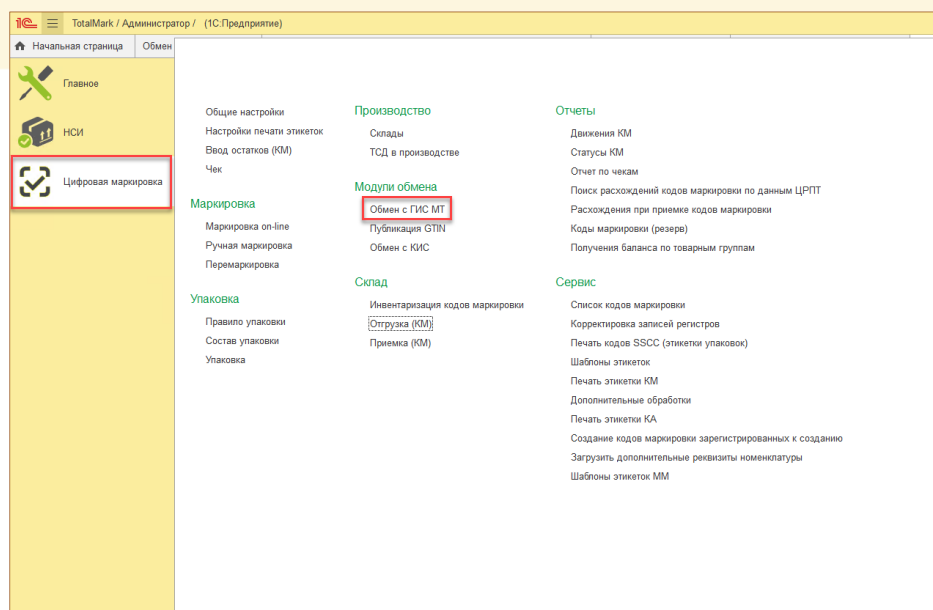
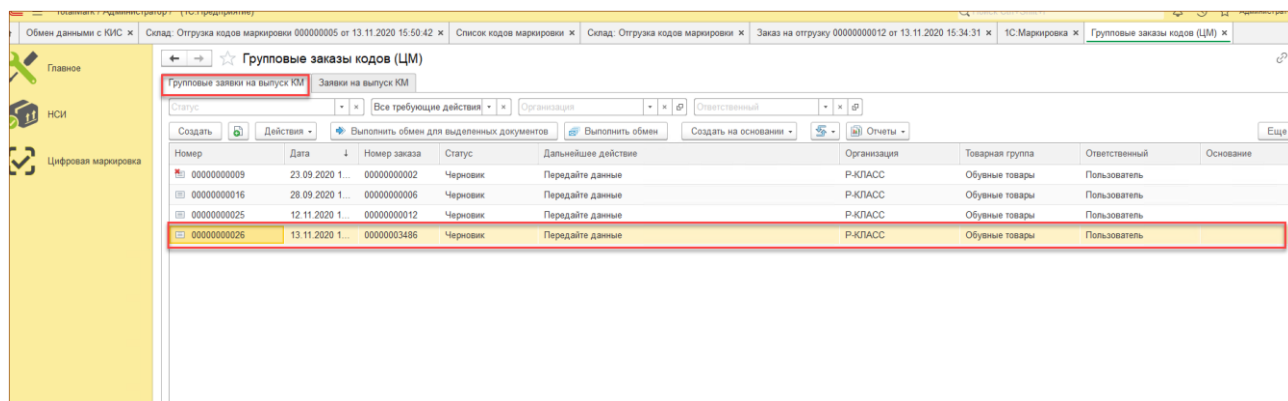

Рис. 7-6 - Работа с Заказом КМ в Топал Марк
Рис. 7-8 - Работа с Заказом КМ в Топал Марк
9. Требуется открыть Заказ кодов маркировки в Total Mark: Цифровая маркировка/ Обмен с КИС/ Заявки на выпуск КМ (Рис. 7-6-Рис. 7-8);